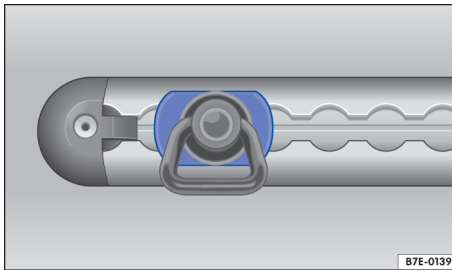

Fig. 136 En la zona de carga: rail de amarre con argolla de amarre (representación esquemática).
4. Asegúrese de que la argolla haya encastrado correctamente. Los lados de la argolla tienen que estar en posición horizontal → fig. 136.